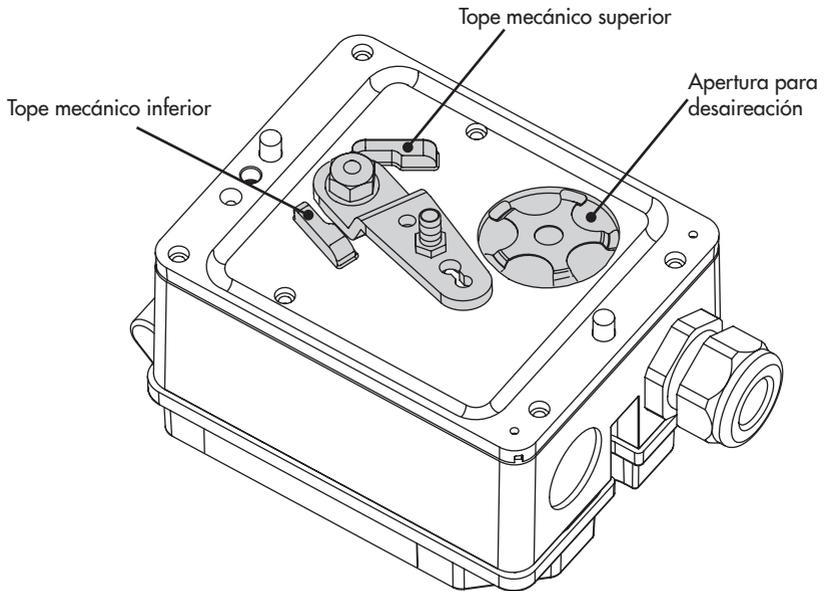

Fig. 5: *Topes mecánicos y apertura para desaireación*
→ **¡No montar el posicionador con la apertura de desaireación hacia arriba (Fig. 5)!**
1. Mover la palanca al tope mecánico inferior (ver Fig. 5) y mantenerla allí, soltar y quitar la tuerca con una llave de ancho 10.